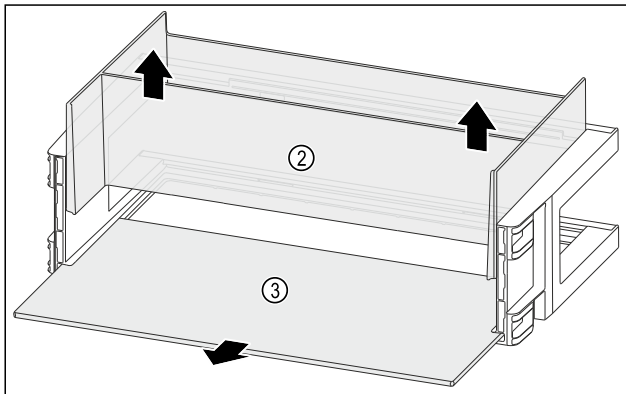

Fig. 109
- Organizer Fig. 109 (2) nach oben entnehmen.
- Abstellfläche Fig. 109 (3) entnehmen.